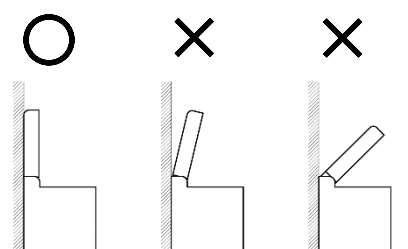

Fig. 6-1
- ④ おむつ交換台を上げた時にガタつきがありませんか
- ⑤ おむつ交換台を下げた時にガタつきがありませんか
- ⑥ おむつ交換台が上がった状態で維持できていますか (Fig. 6-1)
- ⑦ おむつ交換台の上げ下げ時に引っ掛かり、擦れはありませんか
- ⑧ マットが外れていたり破損したりしていませんか